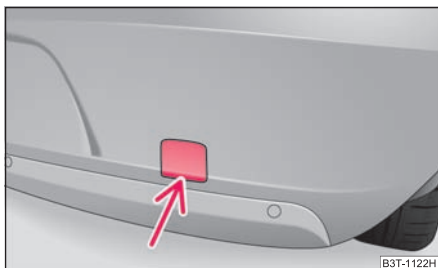

Fig. 226 Pare-chocs AR: Déposer le cache
- Appuyez sur la partie inférieure du cache dans le pare-chocs arrière ⇒ fig. 226 et sortez celui-ci.